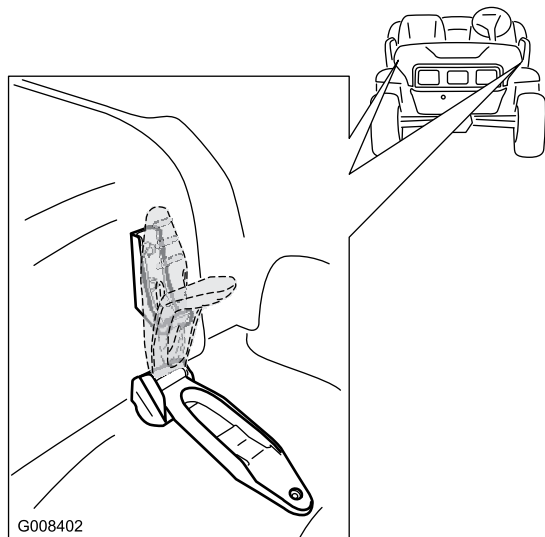

Figura 26
1. Sollevate l'impugnatura dei fermi in gomma su ciascun lato del cofano (Figura 26).
2. Fissate il cofano allineando i fermi in gomma sugli ancoraggi dei fermi su ciascun lato del cofano (Figura 26).